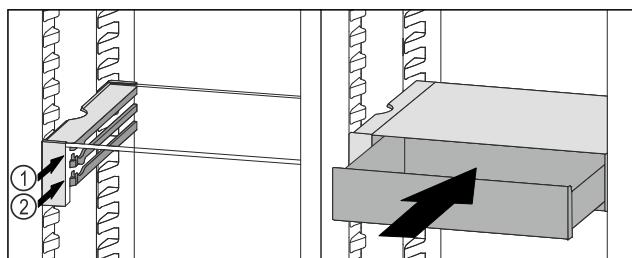

Fig. 76
- ▶ Stavite ladicu VarioSafe ukoso iza zaustavljača na željeni žlijeb Fig. 76 (1) ili Fig. 76 (2).